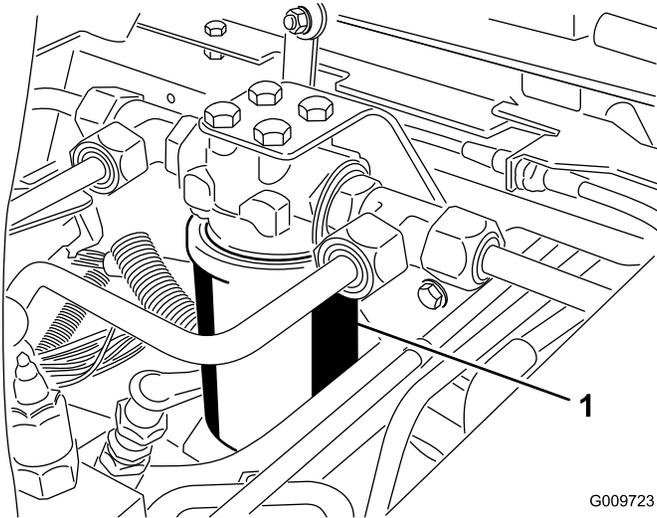
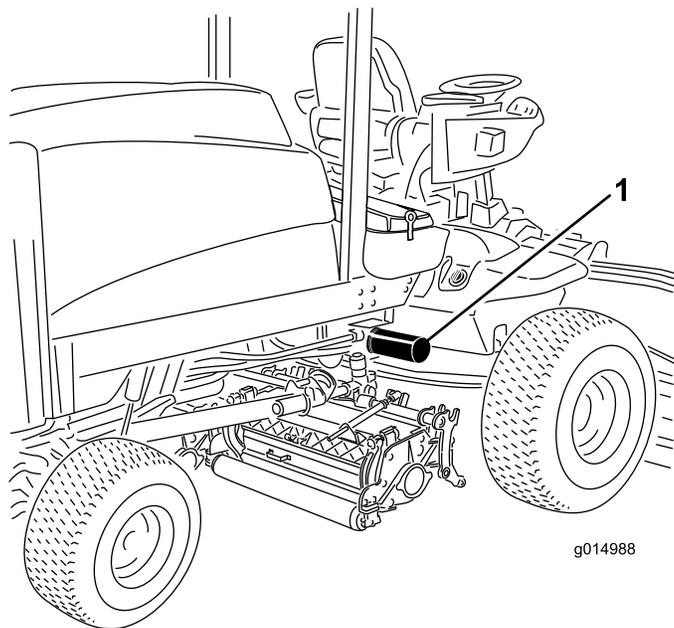

Bild 79
Bild 80
2. Reinigen Sie den Anbaubereich des Filters. Stellen Sie ein Auffanggefäß unter den Filter (Bild 79 und Bild 80) und entfernen diesen.